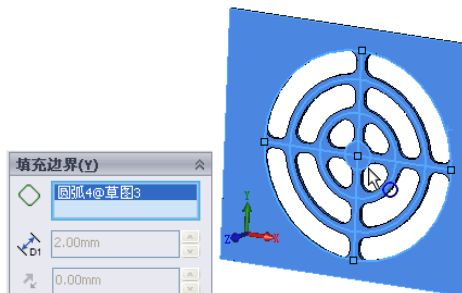

图 10-64 选择填充边界草图
(6) 在“填充边界”下拉列表框中选择通风口草图中的最小圆作为填充边界轮廓, 如图 10-64 所示, 最后单击 (确定) 按钮, 结果如图 10-65 所示。